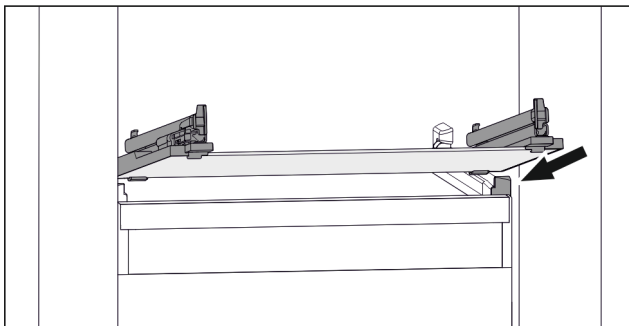

Fig. 48 Rappresentazione esemplificativa del ripiano in vetro
- Applicare il ripiano in vetro obliquamente dietro i fermi. (vedere Fig. 48)